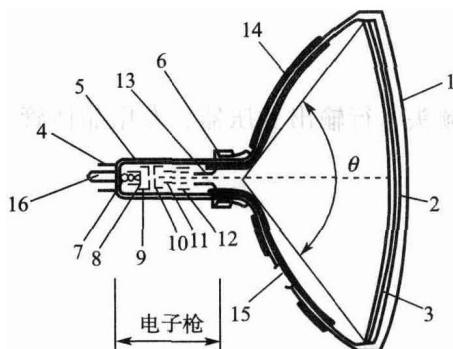

图 1.1 黑白显像管的构造图
(1) 黑白显像管的构造如图 1.1 所示，各部分名称及作用如表 1.1 所示。